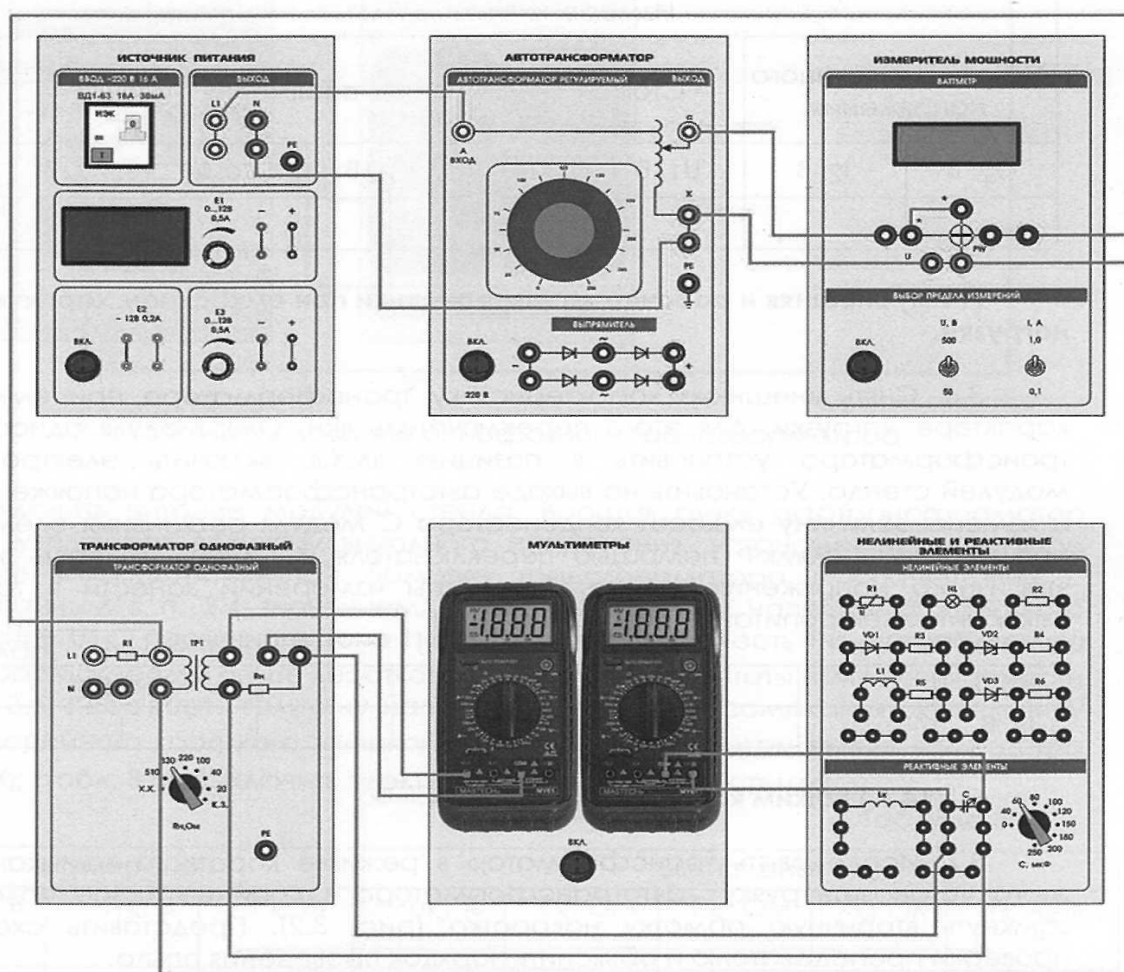
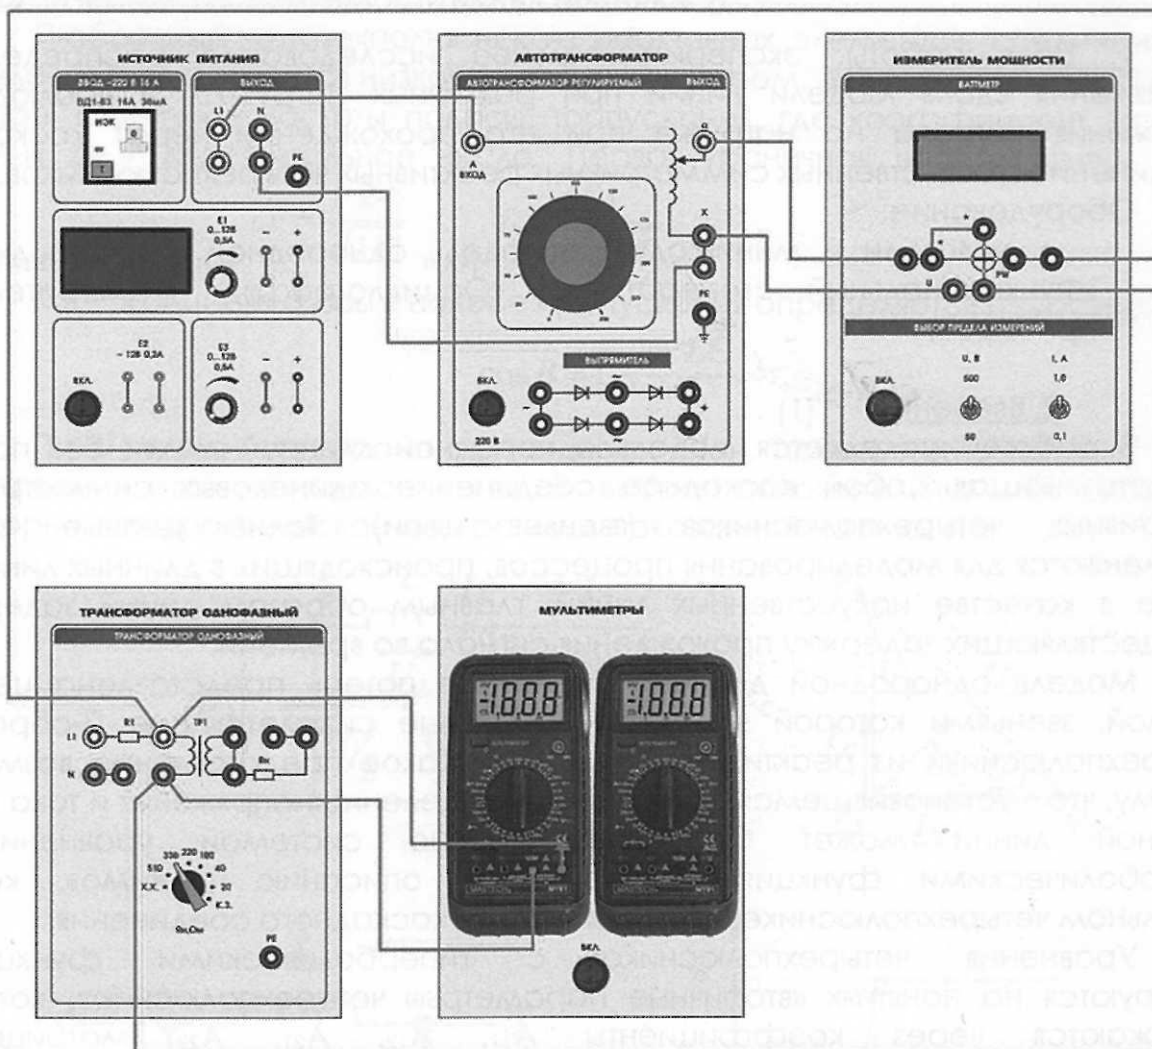

Рис. 3.1. Исследование однофазного трансформатора
Рис. 3.2. Исследование однофазного трансформатора.
- 3.1. Пользуясь схемами соединений (рис.3.1, рис.3.2), начертить принципиальные схемы исследуемых цепей с включенными измерительными приборами.
3.3. Собрать электрическую цепь (рис.3.1). Установить переключатель «Rн, Ом» модуля «Однофазный трансформатор» в положение «X.X». В измерителе мощности установить пределы измерений  $U=500В$ ,  $I=0,1 А$ . Переключатели «С, мкФ» модуля «Реактивные элементы» установить в позицию «0». Схему представить для проверки преподавателю.
3.7 Исследовать трансформатор в режиме короткого замыкания. Для этого установить ручку автотрансформатора в крайнее левое положение, замкнуть вторичную обмотку накоротко (рис. 3.2). Представить схему для проверки преподавателю и объяснить порядок